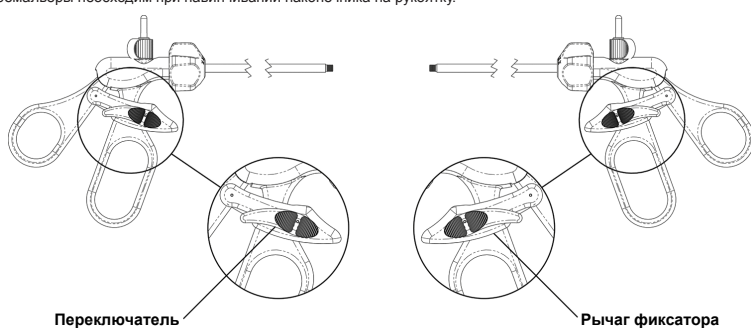

Рисунок 3
- Для зацепления механизма кремальеры переместите переключатель (рисунок 3) вперед.